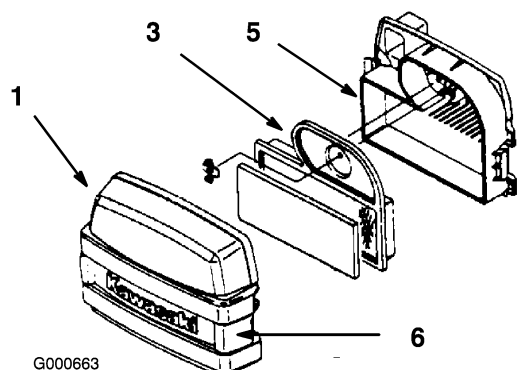

Figura 34
3. Pulite intorno al filtro dell'aria per evitare che la morchia possa penetrare nel motore provocando gravi danni. Sbloccate i due fermi laterali e togliete il coperchio del filtro dell'aria (Figura 34).
4. Togliete con cautela l'elemento in schiuma sintetica dall'elemento di carta (Figura 34).
5. Svitare il dado ad alette e togliete l'elemento di carta (Figura 34).
1. Lavate l'elemento in schiuma sintetica con acqua tiepida e sapone (Figura 34); Quando è pulito, risciacquatelo accuratamente.
1. Infilate con cautela l'elemento in schiuma sintetica nell'elemento di carta del filtro dell'aria (Figura 34).
2. Montate il filtro dell'aria completo sulla relativa base, e avvitate il dado ad alette (Figura 34).
3. Montate il coperchio del filtro dell'aria ed il fermo (Figura 34).